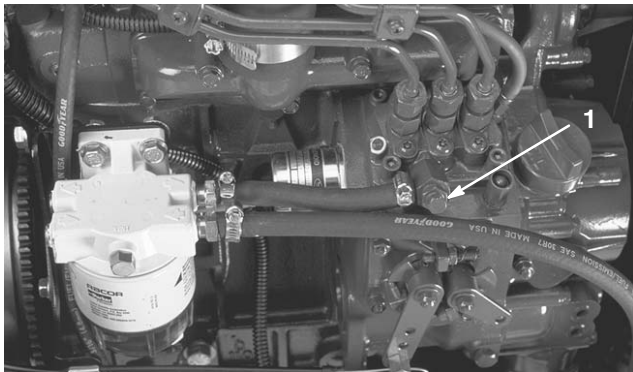

Bild 25
3. Öffnen Sie die Entlüftungsschraube an der Kraftstoffeinspritzpumpe (Bild 25).